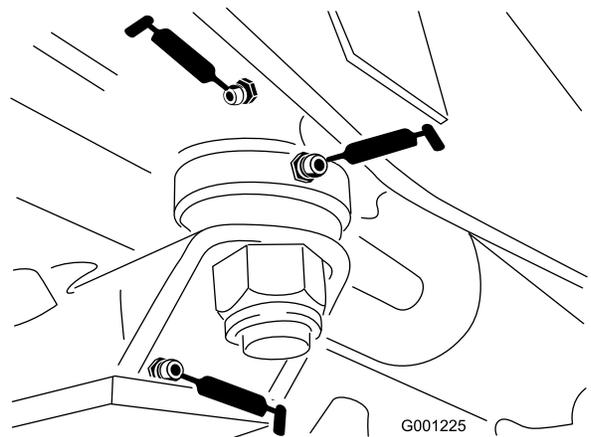

Figura 43
- boccia del perno dell'assale (Figura 43)
- boccole della piastra sterzante (Figura 43)